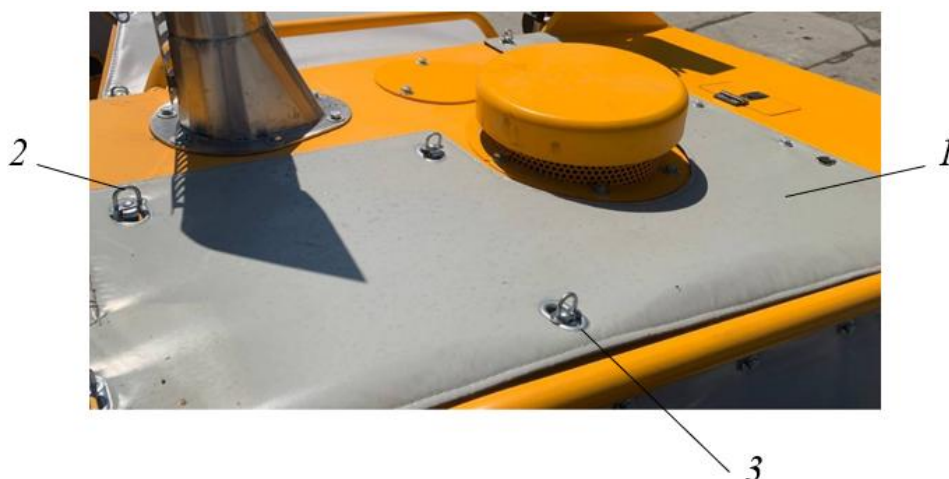

Рисунок 3.77. Закрытое положение чехлов сверху на капоте
- ▶ Расправить чехол поз. 1, рис. 3.77.
- ▶ Продеть люверсы чехла поз. 3 на поворотные скобы поз. 2 в рис. 3.77.
- ▷ Чехол смонтирован, см. рис. 3.77.